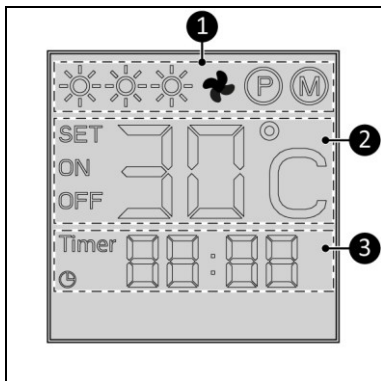

Figure 7
Indication d'état (figure 7, pos. 1) :
Indication de température (figure 7, pos. 2) :
Indication d'heure (figure 7, pos. 3) :